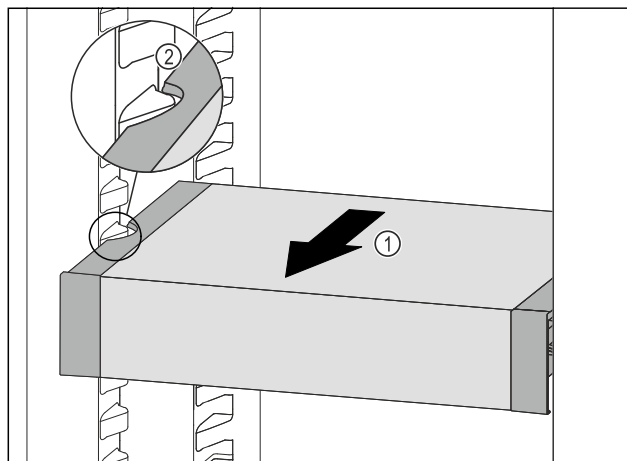

Fig. 96
- Изтеглете VarioSafe напред Fig. 96 (1), докато страничните прорези на VarioSafe се намират на височината на реброто на съда в хладилната част. Fig. 96 (2)